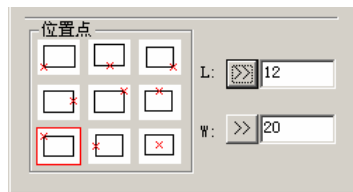

图 3-19 【绘制矩形】确定位置点对话框
**【由尺寸定矩形】**: 通过矩形的长和宽度值来确定矩形的大小。选择此项, 在**【绘制矩形】**对话框下面弹出尺寸参数和位置点设置区域, 如图 3-19 所示。设置好矩形的各项参数之后, 可在图中合适位置点取矩形的插入点, 即可得到所要绘制的矩形。